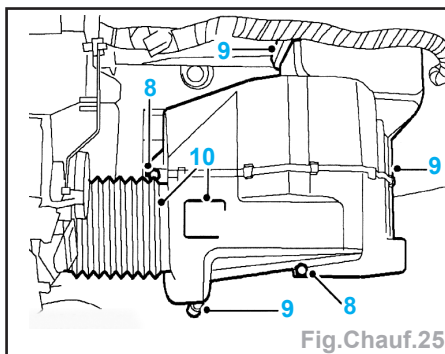

Fig.Chauf.25
- Déposer les 2 écrous (8) maintenant l'évaporateur sur la caisse (Fig.Chauf.25).
- Dégager l'évaporateur (9) de la durit d'évacuation et de l'admission d'air et déposer l'évaporateur.
- Récupérer le conduit d'air (10) et le joint de tuyau.